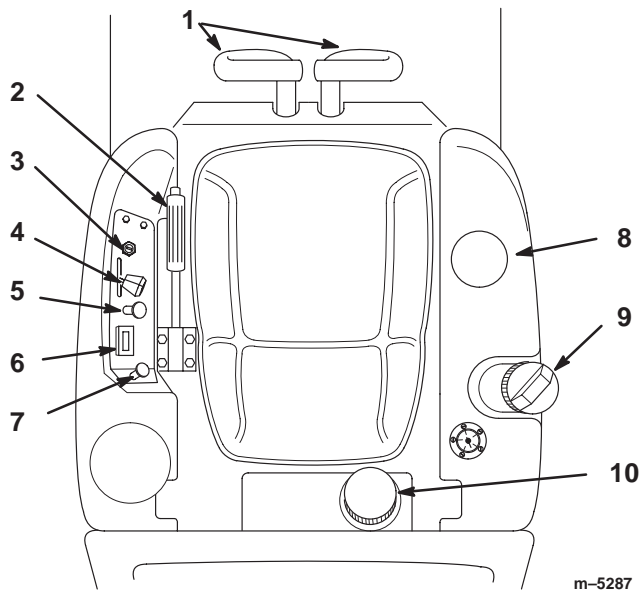

Bild 5
Machen Sie sich mit den Bedienungselementen vertraut, bevor Sie den Motor anlassen oder die Maschine bedienen (Bild 5).
1. Stellen Sie die Fahr Schalthebel in die Neutralstellung (Bild 5).